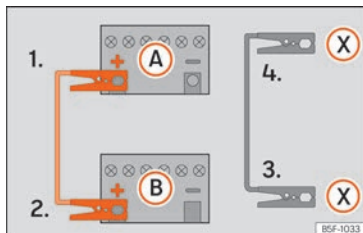

Fig. 45 Schéma de branchement pour les véhicules équipés du système Start-Stop.
- 4b. Sur les véhicules avec système Start-Stop : raccordez une extrémité du câble d'urgence noir **(X)** à une borne de mise à la terre appropriée, à une pièce métallique massive vissée au bloc-moteur, ou au bloc-moteur lui-même » **fig. 45**.